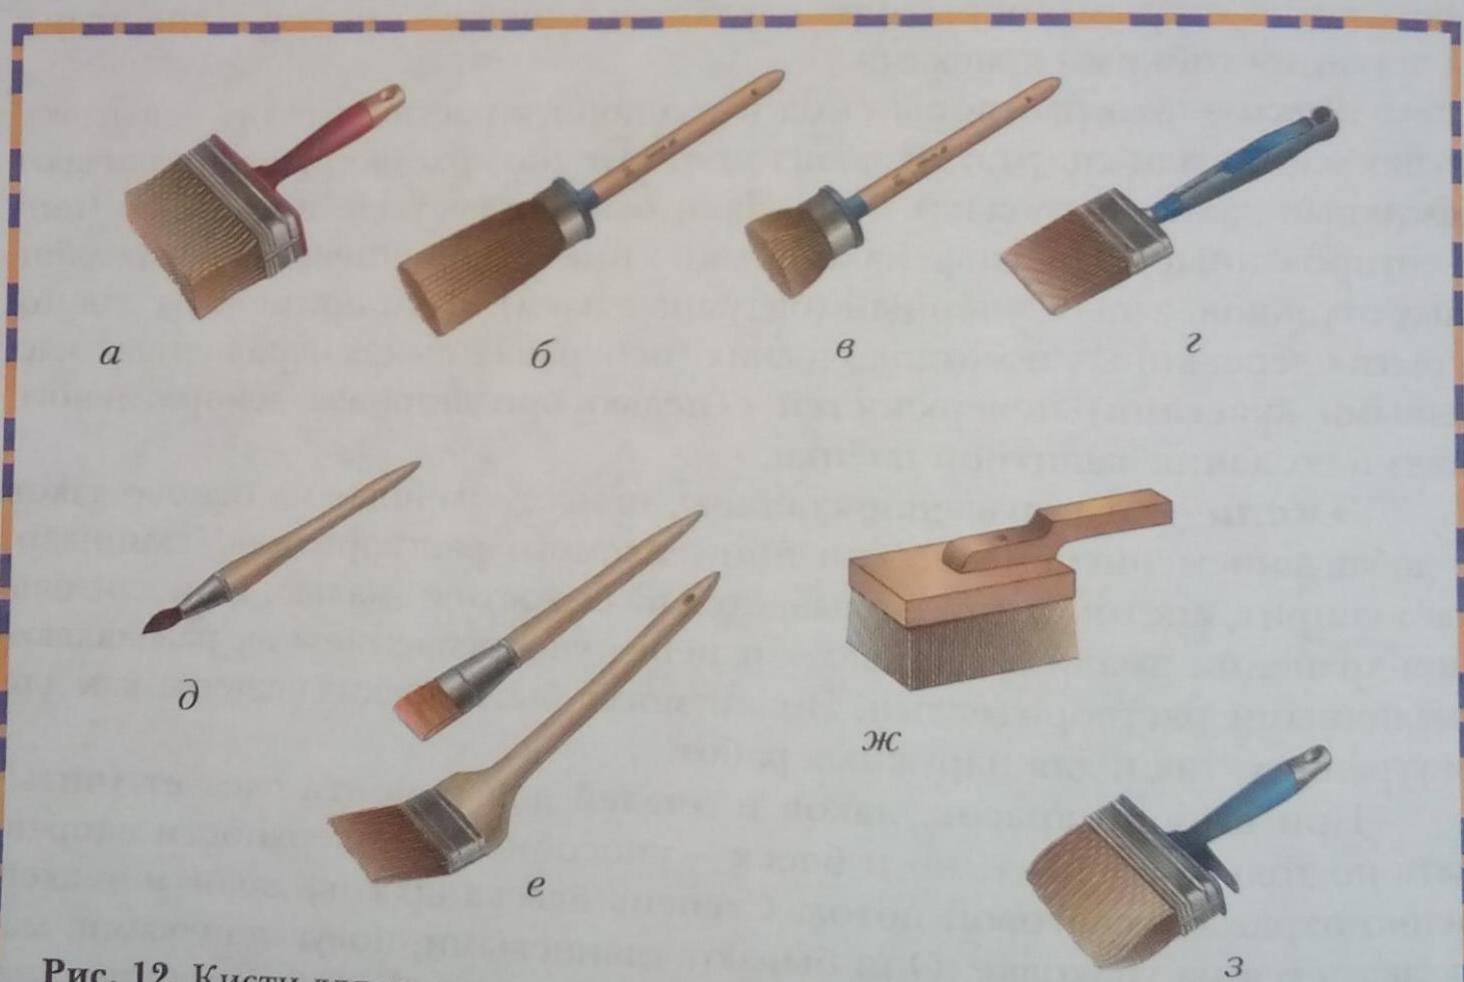

Рис. 12. Кисти для малярных работ: а – макловица; б – маховая;
**Малярные кисти** (рис. 12) служат для нанесения различных окрасочных составов на подготовленные поверхности.
*Макловицы* (рис. 12, а) – это прямоугольные или круглые кисти диаметром 120–170 мм с длиной щетины от 94 до 100 мм. Их часто применяют вместо побелочной кисти для сглаживания свеженанесённой краски.
*Кисти маховые* (рис. 12, б) имеют диаметр 60–65 мм, длину волоса 100 мм и длинную, до 2 м, ручку (штырёк). Они предназначены для окрашивания больших поверхностей масляными красками, для нанесения грунтовки, побелки.
*Ручники* (рис. 12, в) – это кисти небольшого размера диаметром от 26 до 54 мм и длиной волоса от 40 до 25 мм. Их используют для грунтования и окраски поверхностей масляными красками и эмалями.
*Флейцы* (рис. 12, г) – плоские кисти шириной от 25 до 100 мм, изготовленные из качественного волоса. Их применяют для окрашивания и сглаживания свеженанесённой краски, т. е. для устранения следов от маховой кисти или ручника.
*Кисти филёночные* (рис. 12, д) имеют диаметр от 6 до 18 мм; их изготавливают из жёсткой щетины. Такие кисти предназначены для получения узких окрашенных полос, называемых филёнками. Применяют их и как обычные ручники.
*Кисти специальные* (рис. 12, е). Такие кисти предназначены, например, для окрашивания радиаторов отопления.
*Кисти торцовые (торцовки)* (рис. 12, ж) имеют прямоугольную форму; их изготавливают из твёрдой щетины. Основное назначение торцов-
**Кисти побелочные** (рис. 12, з) имеют ширину 200 мм, толщину 45–65 мм и длину волоса 100 мм. Такие кисти более производительны, чем маховые, и позволяют получать более высокое качество окраски.